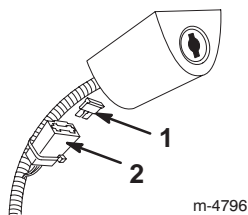

Bild 33
2. Stecken Sie eine neue Sicherung ein, siehe Bild 33.